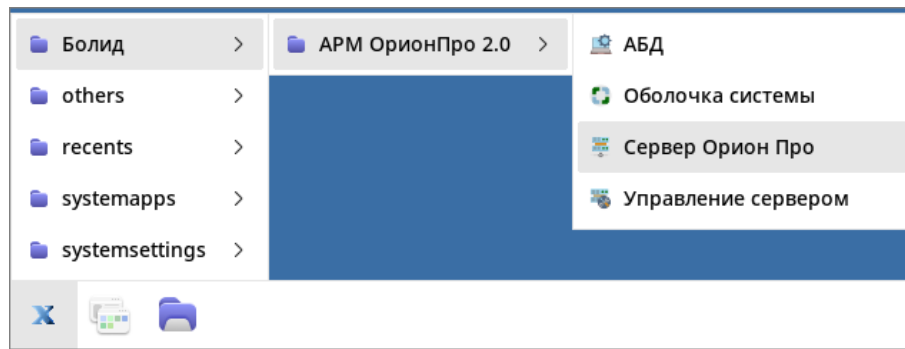

Рисунок 3-3 Запуск ЦСО из меню "Пуск" в ОС Astra Linux
- в ОС Astra Linux – из списка группы ярлыков «АРМ Орион Про 2.0.1» (см. Рисунок 3-3).